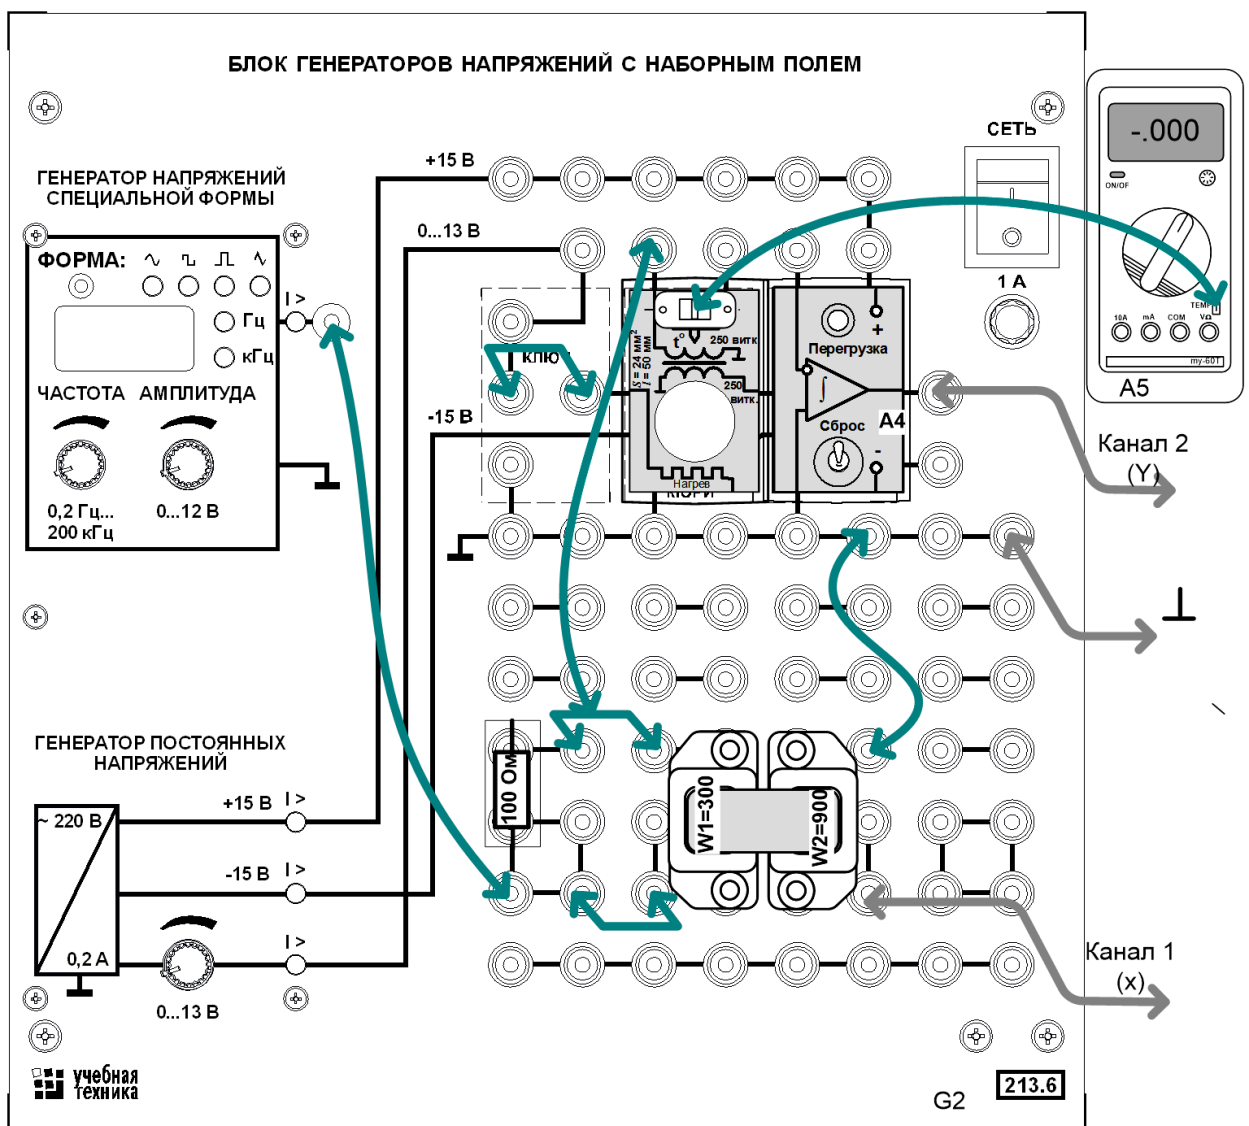

Рис. 6.4. Монтажная схема для снятия петли гистерезиса и определения точки Кюри
Цепь собирается на наборном поле блока генераторов напряжений как показано на монтажной схеме (рис.6.4). Причём, миниблоки «Интегратор» и «Точка Кюри» устанавливается в наборную панель точно на отведённое для них место. Тогда к интегратору автоматически подводятся напряжения питания «+» и «-» 15 В, а к нагревателю миниблока «Точка Кюри» подаётся напряжение - 15В. Кроме того, вторичная катушка трансформатора, встроенного в миниблок соединяется с входом интегратора. Это существенно уменьшает количество внешних соединений.
- Соедините аппаратуру в соответствии со схемой электрической соединений (рис. 6.4). При подключении осциллографа аттенюаторы пробников-делителей установите в положение  $\square 1$ . Для подключения пробников-делителей к цепи используйте подпружиненные штыри из комплекта аксессуаров.
- Включите устройство защитного отключения и автоматический выключатель в однофазном источнике питания G1 (218).